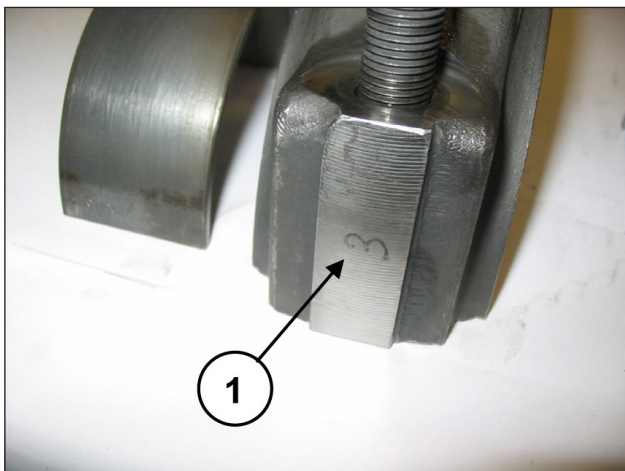

Fig. 18
Para evitar possíveis erros do chapéu e semi-hastes, foram numerados em um lado (pos. ①, Fig. 18).